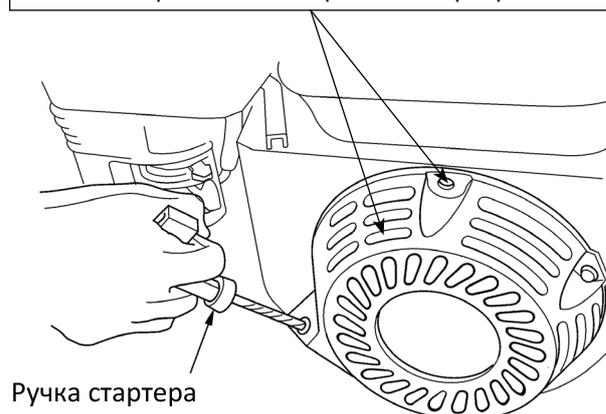

Рис.19
7. Потяните за рукоятку стартера до тех пор, пока вы не почувствуете сопротивление. Продолжайте тянуть рукоятку стартера до тех пор, пока отметка на шкиве стартера не совпадет с отверстием на кожухе стартера (см. Рис.19). В этом положении впускной и выпускной клапан двигателя закрыты. Таким образом, вы предохраните двигатель от внутренней коррозии.